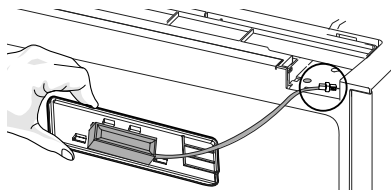

Figure 26
47. Connectez le harnais du commutateur à lames au harnais de l'armoire réfrigérante (voir Figure 26).